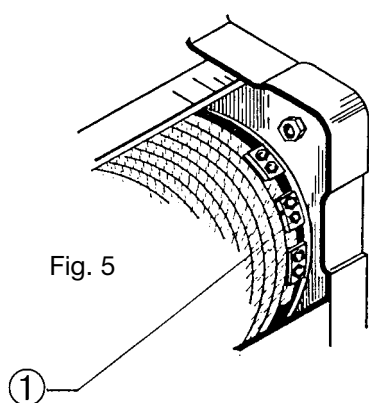

Fig. 5
Per lo smontaggio della fune: sfilare il cuneo capofisso (Fig. 4), quindi togliere il capo della fune dalla staffa e sfilare la fune dalle pulegge bozzello ed eventuale rinvio. Svolgere completamente la fune dal tamburo premendo il pulsante "discesa" della pulsantiera di comando, fino all'estremità del tamburo. Allentare le viti di fissaggio morsetti della fune (Fig. 5).
**Montaggio fune nuova:** infilare la fune all'ultimo morsetto di fissaggio facendo uscire di circa 40 mm il capo della fune; stringere le viti del morsetto (Fig. 5 - pos. 1) serrando la fune fino allo schiacciamento della stessa e fissare gli altri morsetti.